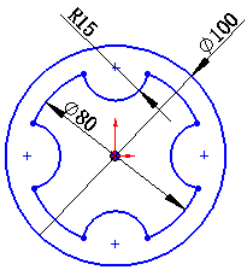

图 2.11.8 块编辑环境
Step3. 在设计树中右击 **block-1** 节点，在弹出的快捷菜单中单击 **编辑块(B)** 按钮，进入块编辑环境，如图 2.11.8 所示。